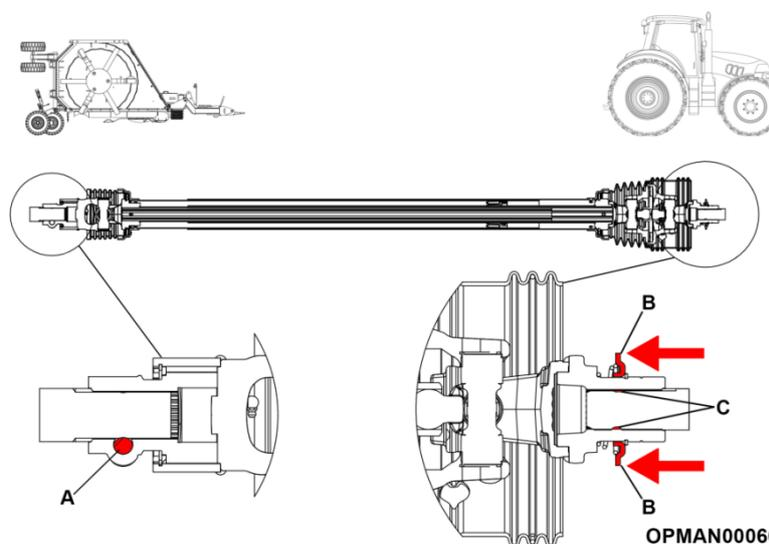

Abbildung 4.10 - Multicut Eingangswelle montieren und demontieren
- 4.5.1.2 Montieren Sie die Eingangszapfwelle auf das Verteilergetriebe, wobei der Schlitz in der Verteilertriebewelle am Kegelstift der Eingangswelle auszurichten ist; siehe Abbildung 4.10 (A). Ersetzen Sie den entfernten Kegelstift, die Unterlegscheibe und die Mutter und ziehen Sie mit einem Drehmoment von 230 Nm fest.
- 4.5.1.3 Ziehen Sie den Gabelring der Eingangswelle nach hinten und richten Sie die Nuten und Verzahnungen mit denen der Abtriebszapfwelle der Zugmaschine aus; siehe Abbildung 4.10 (B).
- 4.5.1.4 Schieben Sie das Antriebsgabel auf die Abtriebszapfwelle der Zugmaschine, lösen Sie den Sicherungsring und positionieren Sie die Antriebswellengabel so, dass die Schließringe auf der Abtriebszapfwelle der Zugmaschine sitzen; siehe Abbildung 4.10 (C).
- 4.5.1.6 Ziehen Sie den Eingangswellengabelring nach hinten und ziehen Sie die Welle von der Abtriebsverzahnung der Zugmaschine zurück, siehe Abbildung 4.10 (B).